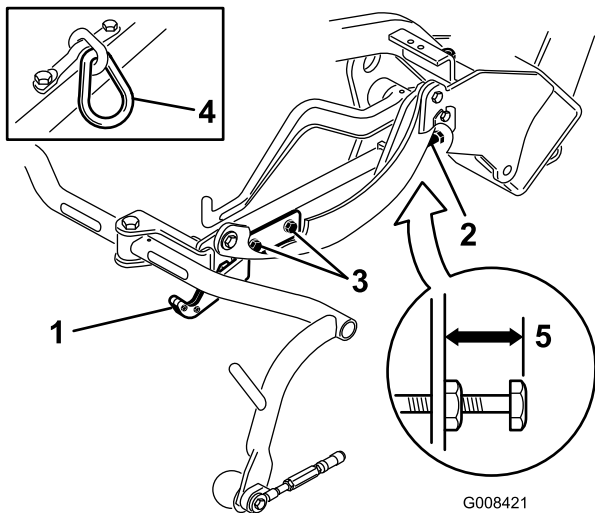
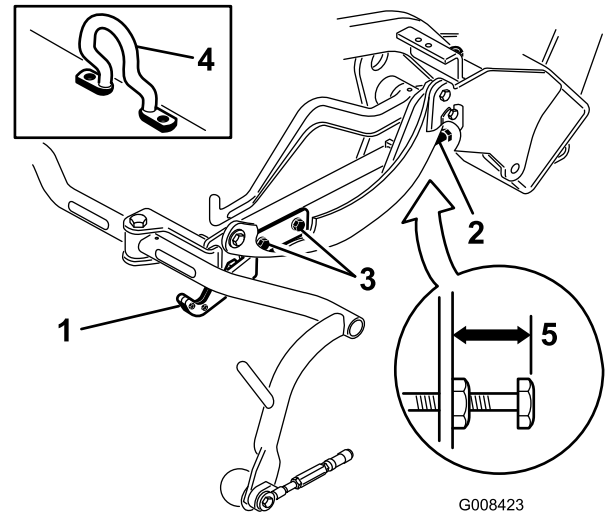
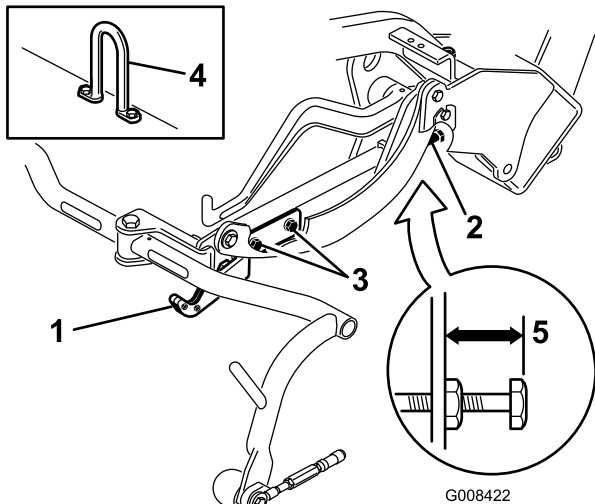

Figura 19
Figura 21
Figura 20
Compruebe la altura de transporte (Figura 19 y Figura 20) y ajústela, si es necesario.
- En unidades de corte equipadas con un gancho de elevación con eslabón de cadena o recto (Figura 19 y Figura 20) compruebe que la distancia entre la parte superior del tornillo de ajuste del bastidor de tiro y el borde trasero del bastidor de tiro es de 22 mm. Si la distancia no es de 22 mm, continúe con el paso 4. Si la unidad de corte está equipada con un gancho de elevación acodado, (Figura 21), continúe con el paso siguiente.
4. Afloje los tornillos de montaje de la pletina de transporte (Figura 19, Figura 20 y Figura 21).
7. Si los bastidores de tiro no están a la misma altura, afloje la contratuerca del tornillo de ajuste del bastidor de tiro (Fig.Figura 19, Figura 20 y Figura 21). Gire el tornillo hacia fuera para elevar y hacia dentro para bajar. Apriete la contratuerca después de obtener la altura correcta.
3. En unidades de corte equipadas con un gancho de elevación acodado (Figura 21, detalle) compruebe que la distancia entre la parte superior del tornillo de ajuste del bastidor de tiro y el borde trasero del bastidor de tiro es de 25 mm. Si la distancia no es de 25 mm, continúe con el paso 4.